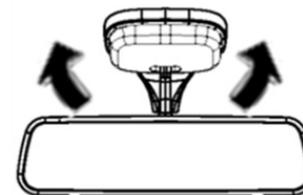

Figura 3.1.10.7
h. Espejo retrovisor externo (ver Figura 3.1.10.8)